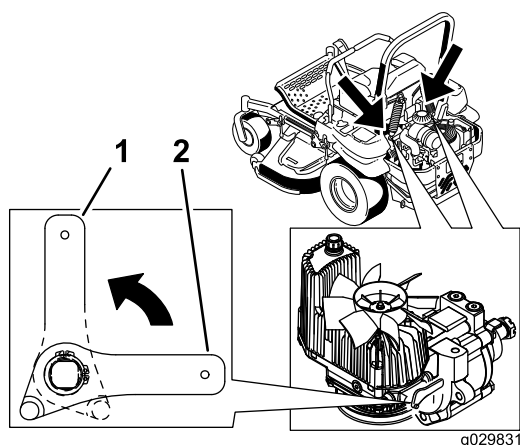

Figure 41
2. Tournez les leviers des vannes de déblocage en position verticale pour pousser la machine (Figure 41).
4. Tournez les leviers des vannes de déblocage en position horizontale pour utiliser la machine (Figure 41).